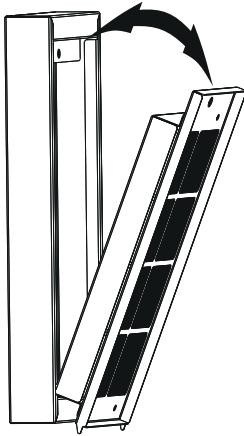

Abb. 20
3. ➔ Entfernen Sie den Aktivkohlefilter (Abb. 20).